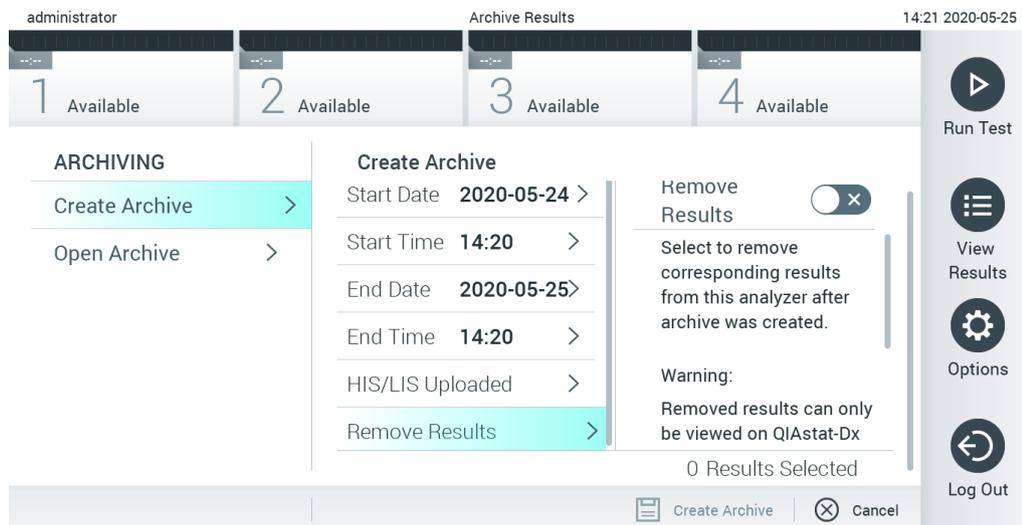

図 50. 結果を削除オプション画面
**Remove Results**（結果を削除）を押して削除を有効化します。アーカイブファイル作成に成功すると、選択した結果が QIAstat-Dx Analyzer から自動的に削除されます（図 50）。